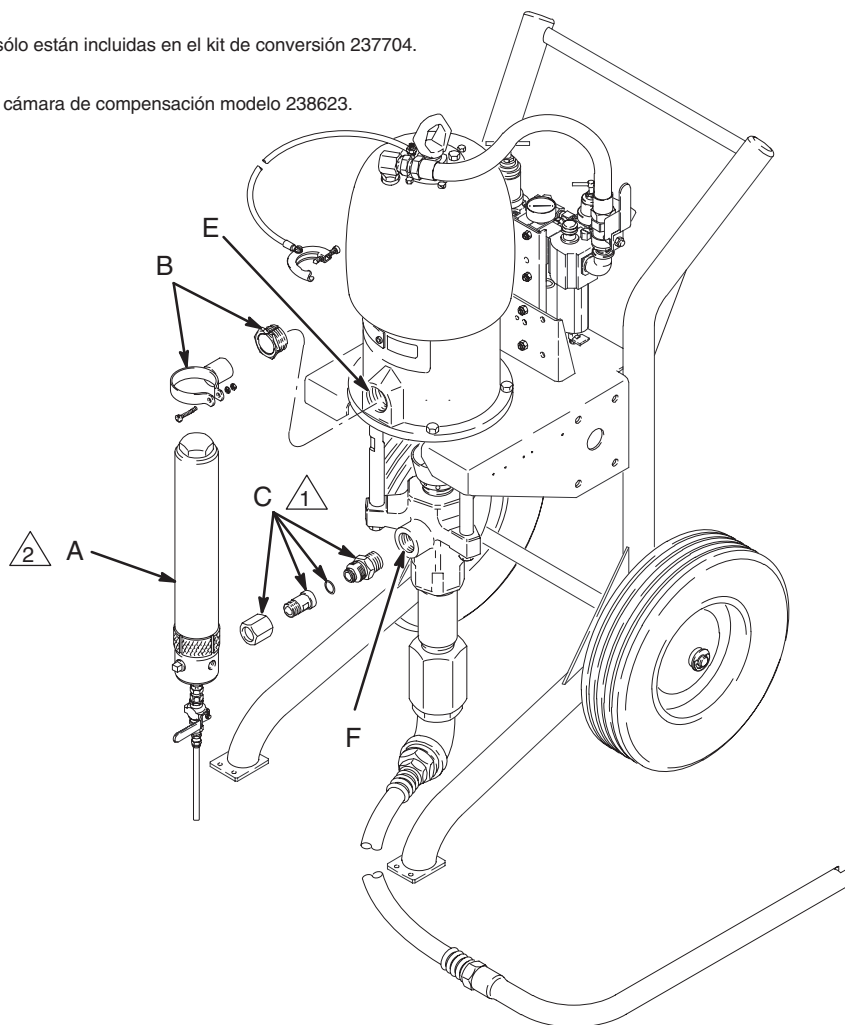

Fig. 2
Conecte la cámara de compensación a la salida de fluido (F) de la base de bomba e instale la abrazadera en la salida opcional (E) situada en la base del motor neumático. Vea la Fig. 2.